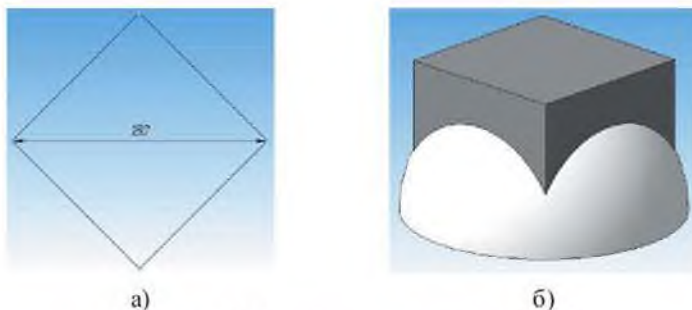

Рисунок 6.20 Эскиз четырехугольника (а) и результат операции *Выдавливания* (б)
2) В плоскости *ZX* построить эскиз четырехугольника, вписанного в окружность диаметром 180 мм, используя команду *Многоугольник* (рисунок 6.20 а). Выйдя из эскиза, выполнить операцию *Выдавливания* на 110 мм (рисунок 6.20 б).